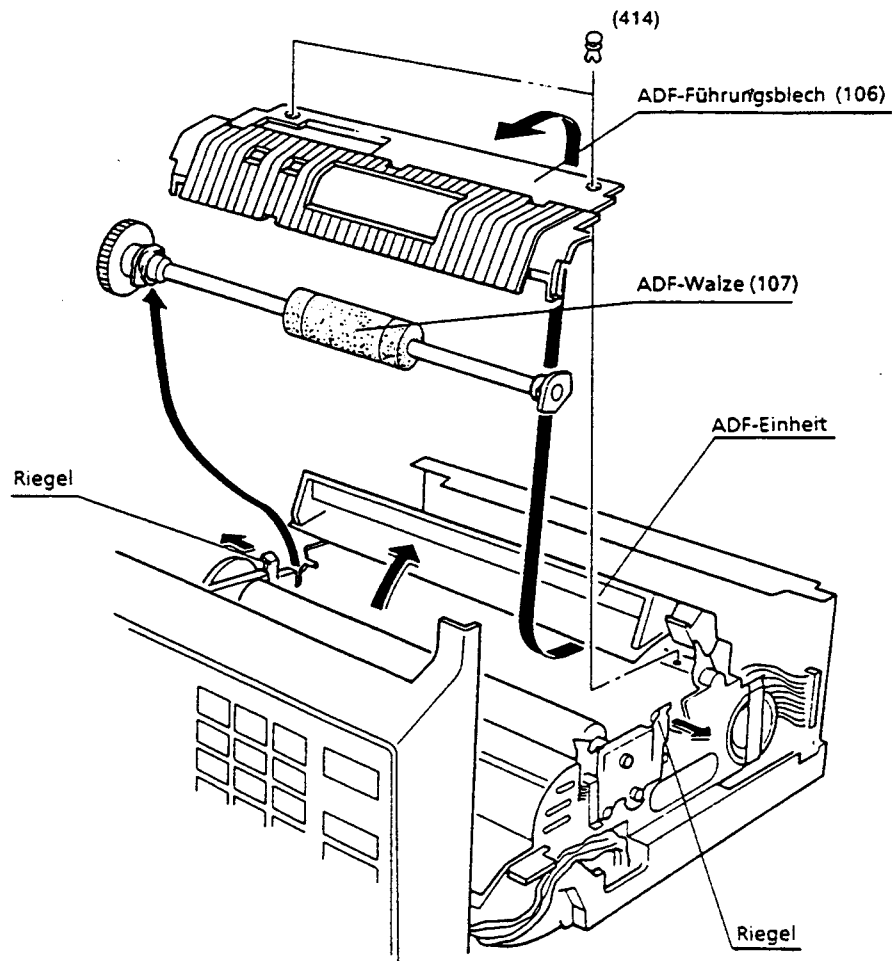

Abbildung 4.3.10
- (1) Öffnen Sie die Empfangseinheit.
- (2) Entfernen Sie die Abdeckung (siehe Abschnitt 4.3.1.1).
- (3) Öffnen Sie die ADF-Einheit.
- (4) Entfernen Sie die ADF-Walze (107) (siehe Abbildung 4.3.10).